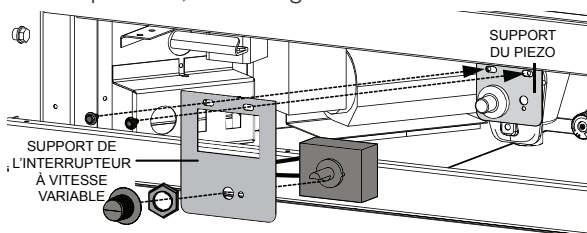

Fig. 3
- H. Installez le support IVV puis fixer en place utilisant les deux vis précédemment enlever, Figure 3. Pour installer L'IVV le support de l'interrupteur à vitesse variable doivent être installés, enlever les deux vis du support du piezo.
- I. L'interrupteur à vitesse variable (IVV) doivent être démonté pour fixer aux support IVV pour l'installation. Placez L'IVV entre le support puis fixer utilisant le rondelle de blocage. Prenez le bouton de l'interrupteur et installez-le en position, voir la Figure 3.